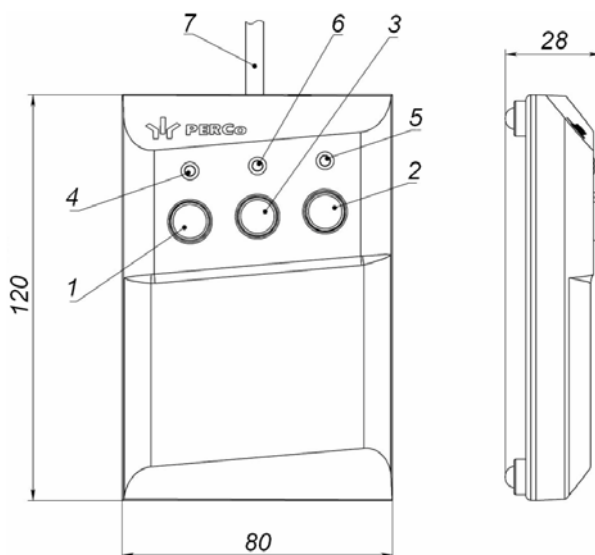

Рисунок 4. Общий вид и габаритные размеры ПДУ
ПДУ (12) выполнен в виде небольшого настольного прибора в корпусе из ударопрочного АБС пластика и предназначен для подачи команд управления и индикации состояния направлений прохода через ЭП при ручном управлении. Внешний вид и габаритные размеры ПДУ показаны на рис. 4.